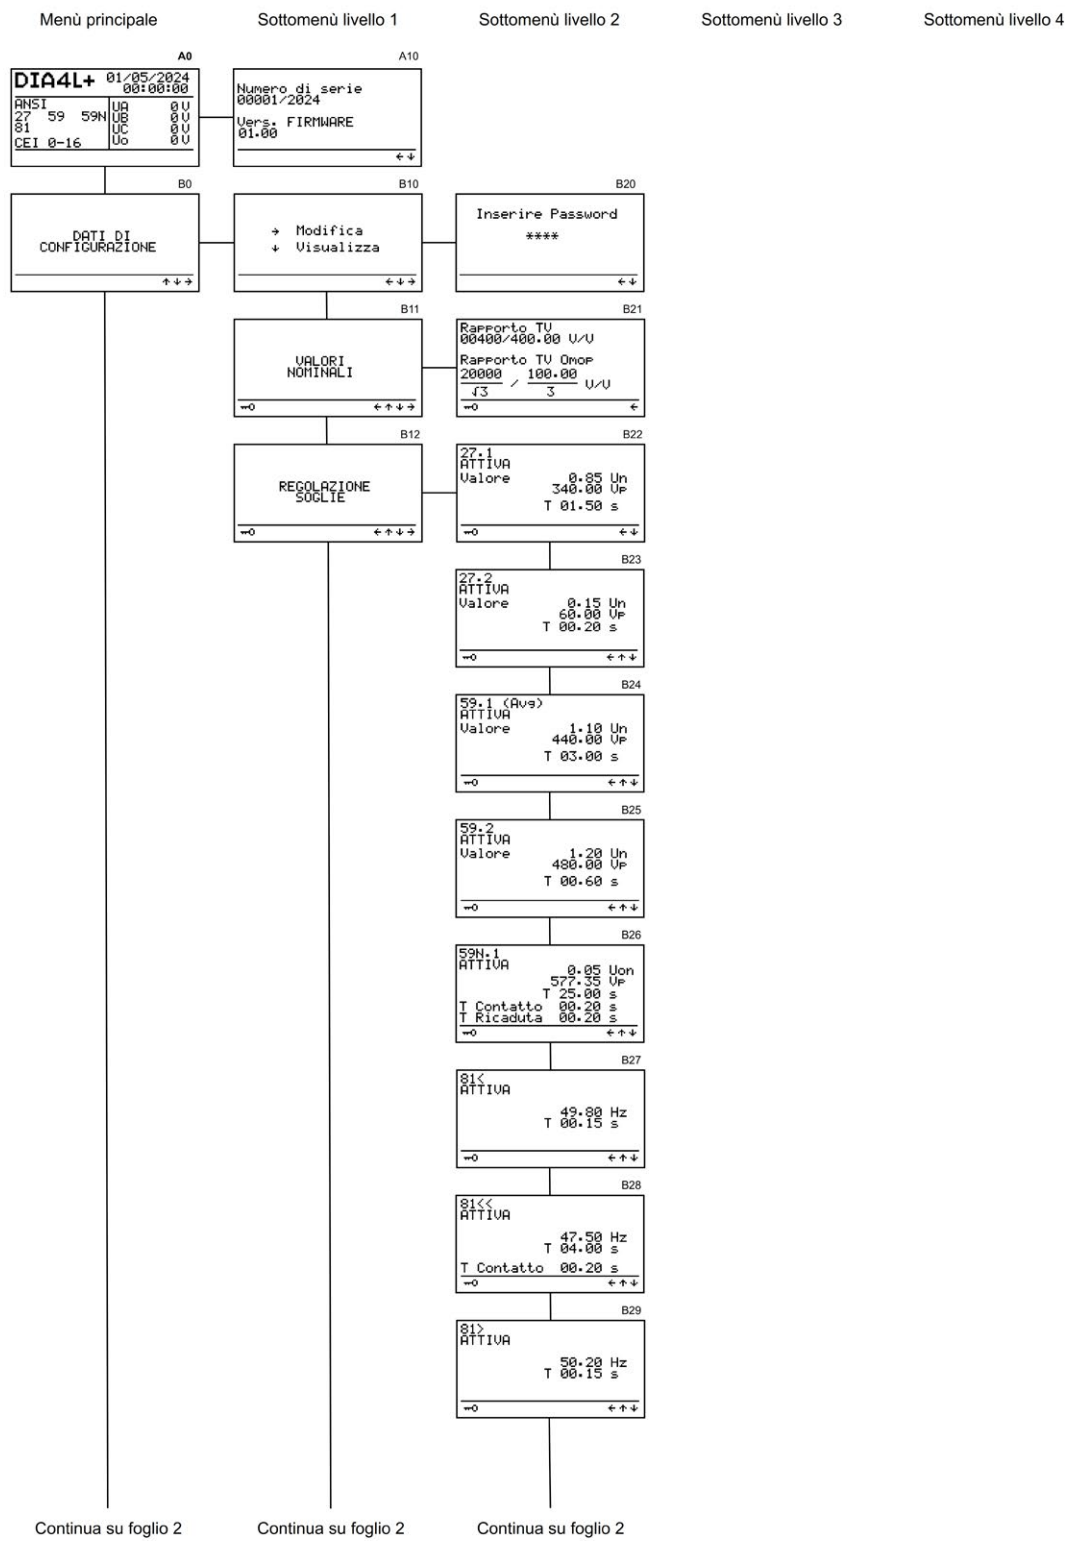

Figura 1
Il contenuto e la struttura delle visualizzazioni è riportato nelle Figura 1, 2, 3, 4, 5, 6, 7, 8; i riferimenti A0, B0, C0, ecc. identificano le schermate nelle suddette figure.
6.2 VISUALIZZAZIONE DI BASE (FIGURA 1)
6.3 DATI IDENTIFICATIVI (FIGURA 1)
6.4 DATI DI CONFIGURAZIONE (FIGURA 1)
6.5 VALORI NOMINALI (FIGURA 1)
6.6 PROGRAMMAZIONE SOGLIE DI TENSIONE E TEMPORIZZATORI (FIGURA 1)